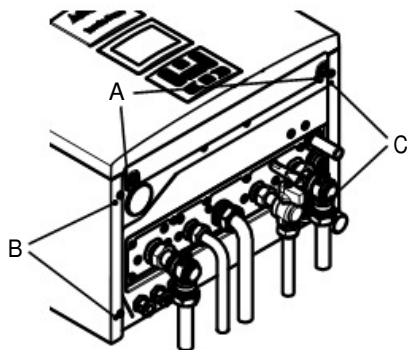
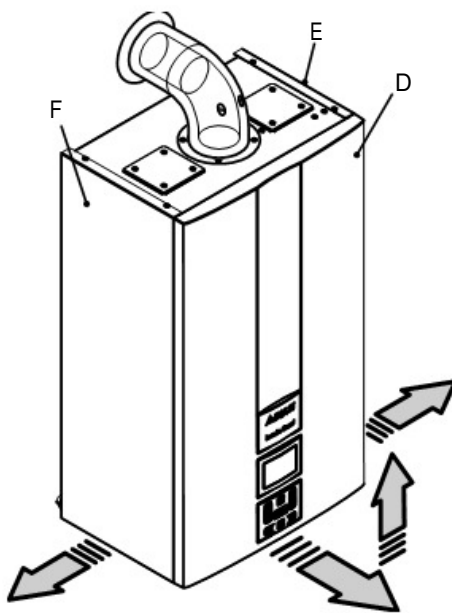

Figura 9.1
Figura 9.2
- Desenrosque los tornillos A y desmonte el panel frontal D tirando de él hacia usted y luego levantándolo para liberarlo de los alojamientos superiores (Figura 9.1 y Figura 9.2).
- Afloje los tornillos B y C de la Figura 9.1 y desmonte los dos paneles laterales E y F tirando de ellos hacia afuera.
- Sujete el panel frontal D con los tornillos A previstos (Figura 9.1).